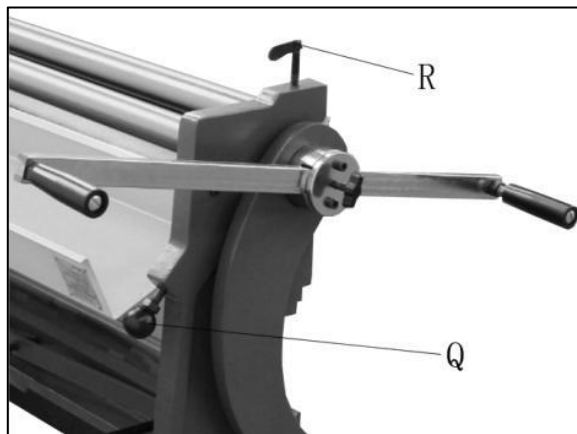

Figura 11
30. Retroceda completamente el giro inactivo girándolo tornillos del rodillo de ralentí (Q, Figura 11) en sentido antihorario.
31. Afloje el perno (R, Figura 11) para aumentar espacio entre la prensa superior e inferior rollos.
32. Insertar material entre la parte superior y rodillos inferiores y apriete el perno (R, Figura 11) para bajar el rodillo superior, hasta que el material encaje cómodamente. El rollo superior debe tener Presión suficiente sobre la pieza de trabajo para alimentarla adecuadamente.
33. Gire ambos tornillos del rodillo de inercia (Q, Figura 11) para ajustar la